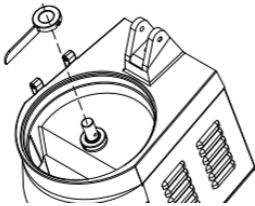

Fig. 9 - Instalación del recogedor
- Instale el recogedor en el eje del disco cortante (fig. 9).